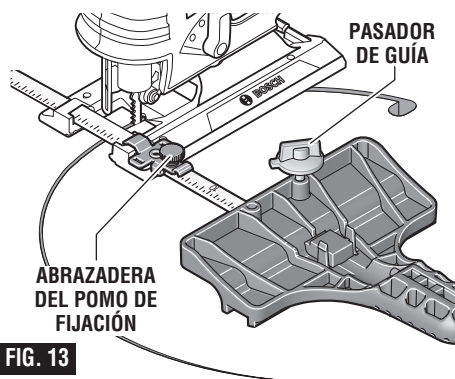

FIG. 13
4. Inserte la barra de la guía a través de una abrazadera y luego a través de las ranuras provistas en el pie, desde cualquiera de los dos lados del pie, (Fig. 13). (Si es posible, coloque una segunda abrazadera sobre la barra desde el lado opuesto de la sierra caladora.)